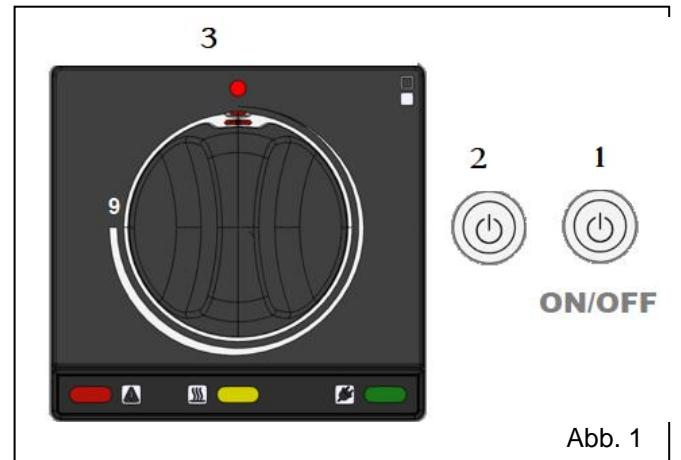

Abb. 1
3.1 Einschalten (Abb.1)
3.2 Ausschalten (Abb.1)
- Bringen Sie den Knopf (3) wieder in die Position „O“.
- Schalten Sie den Schalter (2) aus.
- Schalten Sie den ON/OFF-Schalter (1) aus.